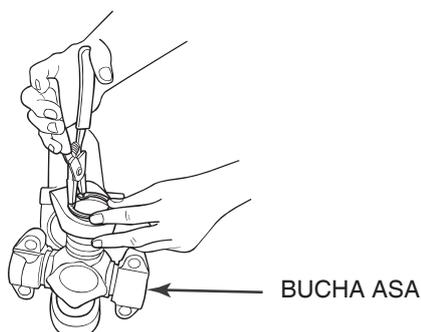

Figura 4.37
6. Use um alicate de anel elástico para instalar o anel elástico na ranhura de encaixe. Figura 4.37. Encaixar o anel elástico